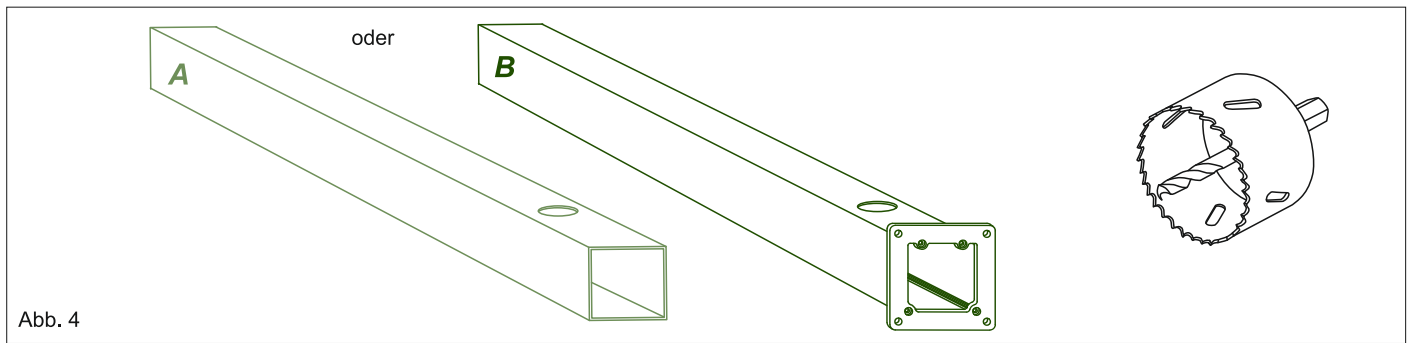

Abb. 4
1c. Wiederholen Sie diese Schritte für alle andere in dem Wandprofil vorhandene Löcher und stellen Sie fest, ob das Wandprofil so stabil an der Wand montiert ist, dass dieses die ganze Überdachungskonstruktion, sicher tragen kann. (Befestigen Sie bei einer Überdachungslänge von 8 - 12 m auch das zweite Wandprofil direkt angrenzend an das erste Wandprofil, beachten Sie auch hier die Schritte 1a. - 1d.). Siehe Abb. 4.
A) B) 3. In einem der Pfosten wird das Wasserablaufrohr versteckt. Je nach Rohraustritt aus dem Pfosten (sichtbar über die Erdoberfläche oder einbetoniert/eingegraben im Erdreich) markieren Sie die Stelle für den Abfluss an unteren Ende des Pfosten und schneiden Sie mit einem Lochbohrer/einer Lochsäge eine 90mm Öffnung in den Pfosten. Siehe Abb. 4.